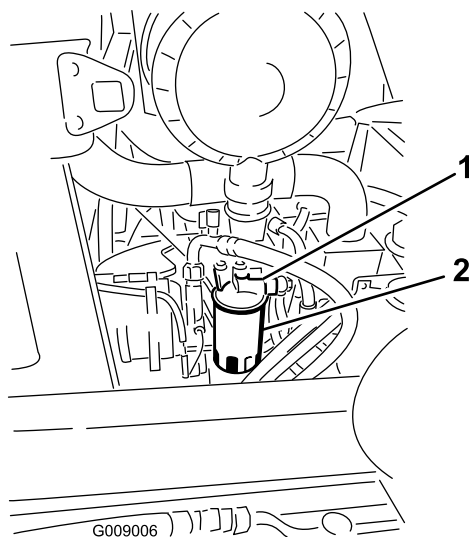

Bild 65
1. Reinigen Sie den Bereich um den Kraftstofffilterkopf (Bild 65).
2. Entfernen Sie den Filter und reinigen die Kontaktfläche (Bild 65).